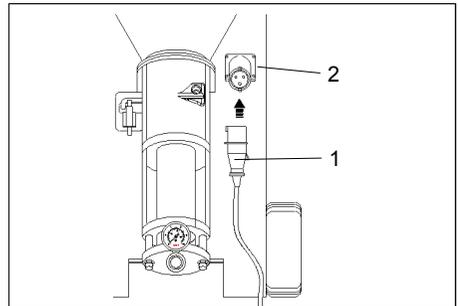

FIG.24 (Collegamento elettrico)
1) Collegare la presa del cavo di alimentazione elettrica (FIG.24-Rif.1) alla spina posta sulla parte frontale del trolley (FIG.24-Rif.2).